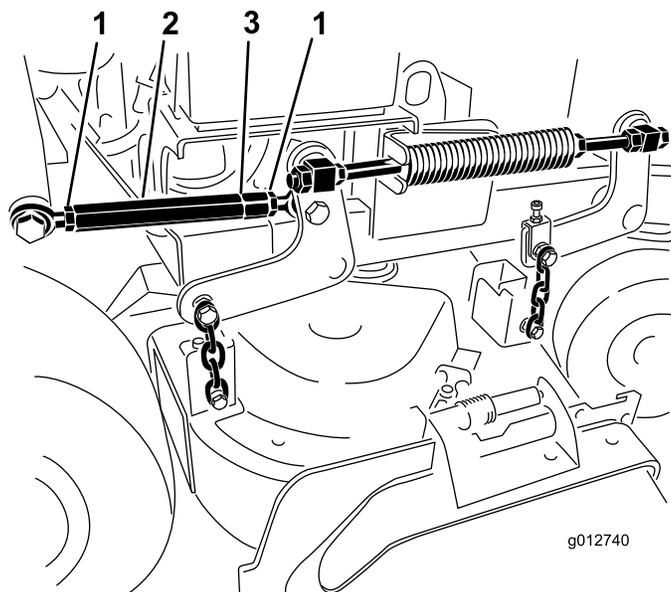

図 88
7. ターンバックルの両端にあるジャムナットをゆるめる(図 88)。
- 注** ターンバックルの端部に溝が切っている側のネジは左ネジですから注意してください(図 88)。